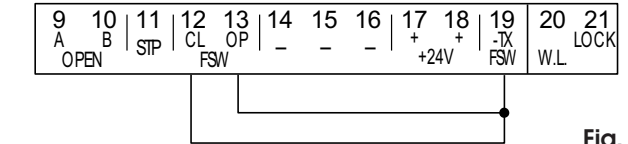

Fig. 7
**Nota bene:** Se non vengono collegati dispositivi di sicurezza in chiusura, ponticellare i morsetti CL e -TX FSW (fig. 7).
**Nota bene:** Se non vengono collegati dispositivi di sicurezza in apertura, ponticellare gli ingressi **OP e -TX FSW** (fig. 7).